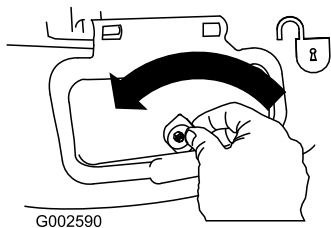

Рисунок 31
1. Разблокируйте боковую выпускную дверцу (Рисунок 31).